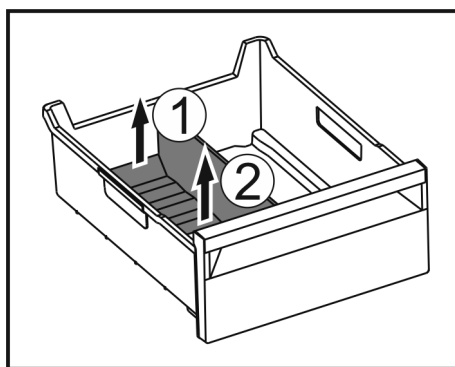

Fig. 170
- ▶ Повдигнете задната част на разделителя на отделенията за лед. Fig. 170 (1)
- ▶ Извадете разделителя на отделенията за лед нагоре. Fig. 170 (2)